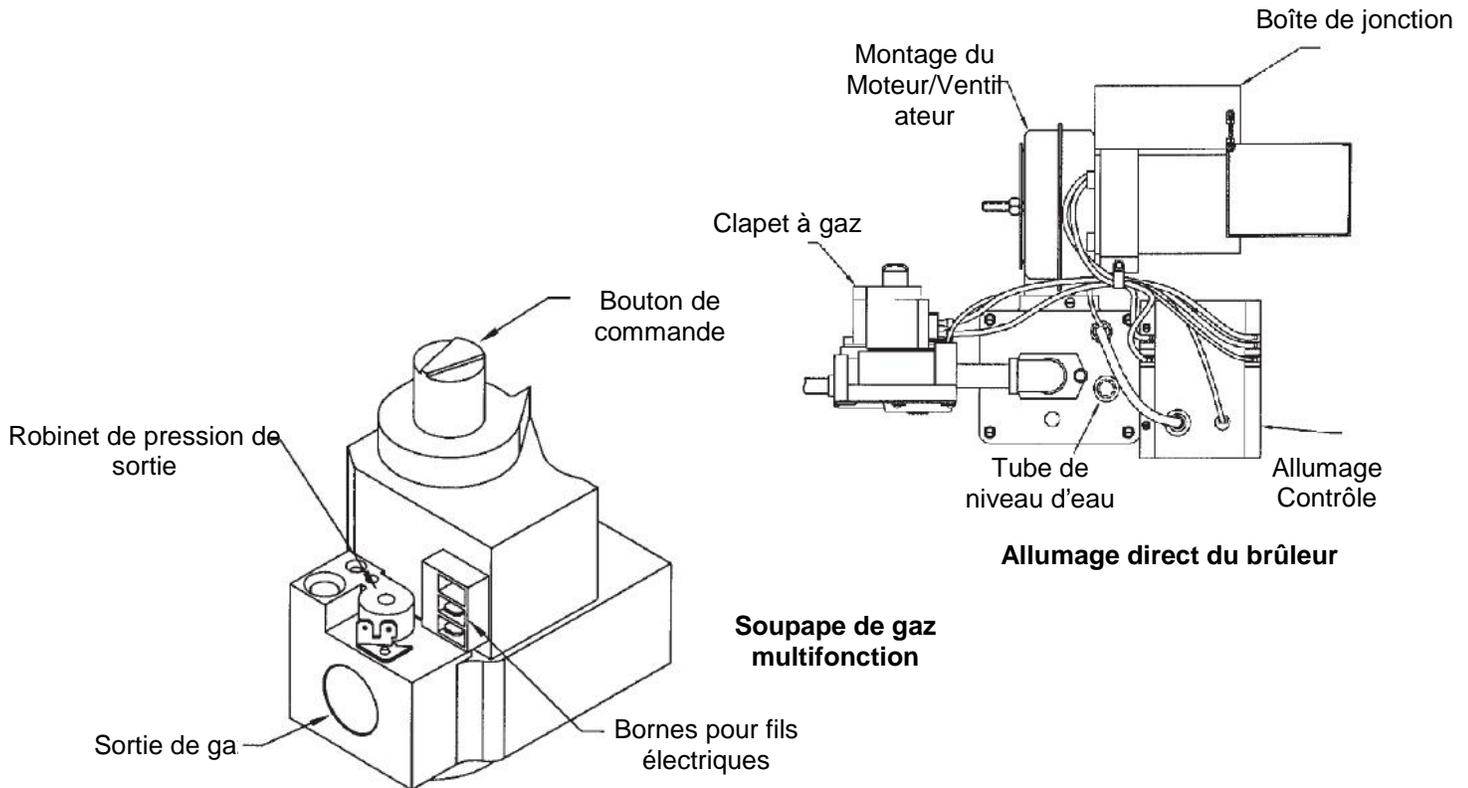

FIGURE 13
1. Appuyer sur le bouton de contrôle du gaz situé sur la soupape de gaz multifonction et tourner à la position "OFF" (voir la Figure 13).